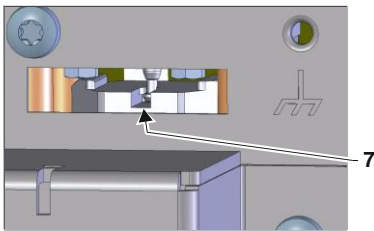

Fig. 15: Contrôle visuel de l'orientation de la rainure
- Orienter la rainure du raccord afin de pouvoir sortir la bielle → Fig. 15
- Orienter la rainure du raccord afin de pouvoir introduire la bielle (marquage 7 → Fig. 15)
- Veiller à la réalisation d'un montage correct et procéder à un contrôle visuel afin de savoir si la bielle est bien introduite dans le raccord → Fig. 15
- Introduire latéralement l'accumulateur alternatif (19).
- Monter l'accumulateur alternatif (19) avec les 2 raccords de tuyauterie (marquage 8) et les 2 vis (marquage 2) sur la plaque de base.